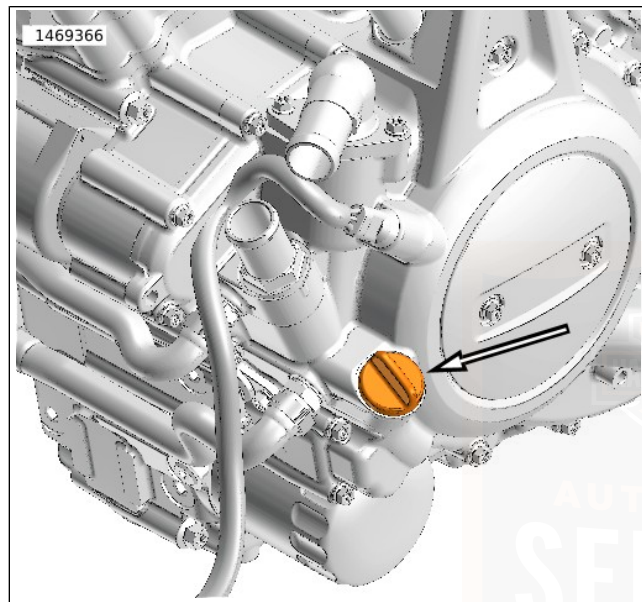

Abbildung 65. Motoröl-Einfüllverschlussstopfen/Ölmessstab
- a. Abbildung 65 Den Motorölmesstab (1) entfernen.